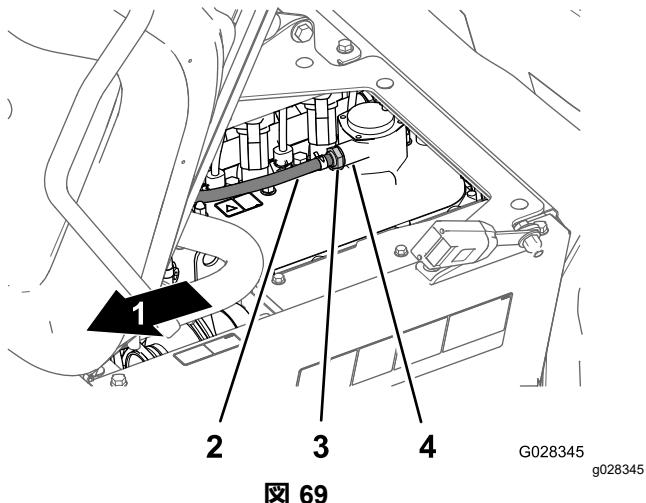

図 69
- バルブカバーのフィッティングからPCVバルブを取り外す図 69。
- 注** バルブ内部にあるレストリクタがカラカラと音を立てる場合は継続使用可能。バルブを振っても中から音がしない場合は PCV を交換する図 69。
- バルブカバーのフィッティングの一番奥までPCVバルブを押し込む図 69。